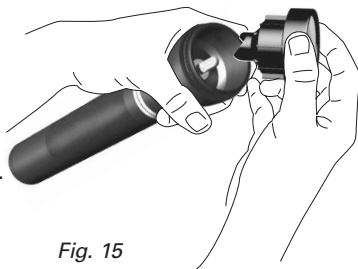

Fig. 15
1. En tenant la plus grande partie de la tête de lampe, dévissez et retirez l'ensemble réflecteur/capuchon avant. Cet ensemble est monté à l'usine et ne devrait pas être démonté (Fig. 15).
5. Levez au maximum la tête de la lampe (Fig. 15). Réintroduisez l'ensemble du capuchon avant et du réflecteur, et vissez bien.